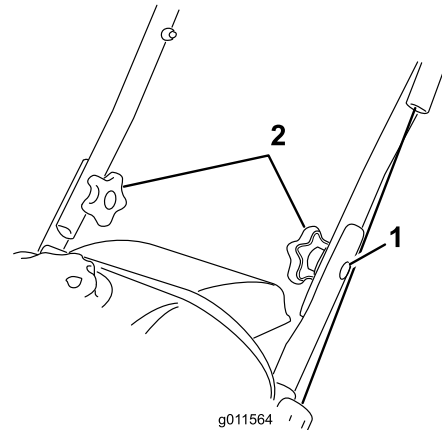

Рисунок 3
- Вставьте болты с овальными головками в совмещённые отверстия так, чтобы головки болтов находились снаружи рукояток (Рисунок 3).
- Болт с овальной головкой (2)
- Установите волнистые шайбы и головки рукояток на болты с овальными головками с внутренней стороны рукояток (Рисунок 3) и **до отказа затяните головки.**